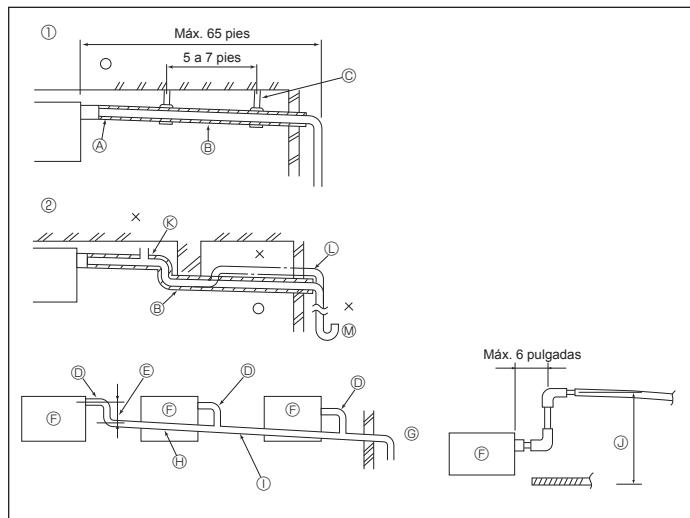

Fig. 6-1
6.1. Tubería de drenaje (Fig. 6-1)
① Tubería correcta	② Sopporte metálico
② Tubería incorrecta	③ Purgador de aire
④ Aislamiento (9 mm (11/32 pulgada) o más)	⑤ Criado
⑥ Pendiente de descenso (1/100 o más)	⑦ Sifón para evitar olores